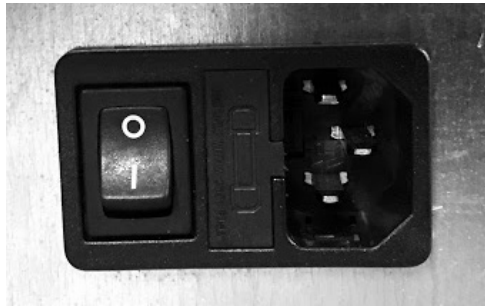

Fig. 32 - Presa elettrica con interruttore generale
- Collegare il cavo di alimentazione prima sul retro della stufa (vedi **Fig. 32**) e poi ad una presa elettrica a parete.
- L'interruttore generale O/I (vedi **Fig. 32**) va azionato solo per accendere la stufa, in caso contrario è consigliabile tenerlo spento.